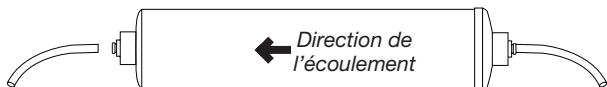

Figure 4
- Coupez à nouveau l'alimentation en eau. En vous référant à la section "Utilisation de raccords à pression", insérez le tubage d'alimentation en eau du réfrigérateur dans le raccord sortant du filtre (voir Figure 4).